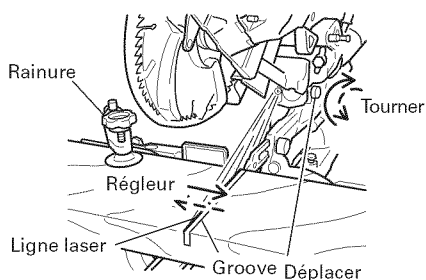

Fig. 22
(2) Cela fait, tourner le régleur et décaler la ligne laser. (Quand on tourne le régleur dans le sens des aiguilles d'une montre, la ligne laser se décale vers la droite et quand on tourne le régleur dans le sens contraire des aiguilles d'une montre, la ligne laser se décale vers la gauche.) Si on travaille avec la ligne tracée à l'encre sur le côté gauche de la lame de scie, il faut aligner la ligne laser avec le côté gauche de la rainure. (Fig. 22) Si on travaille avec la ligne tracée à l'encre sur le côté droit de la lame de scie, il faut aligner la ligne laser avec le côté gauche de la rainure.